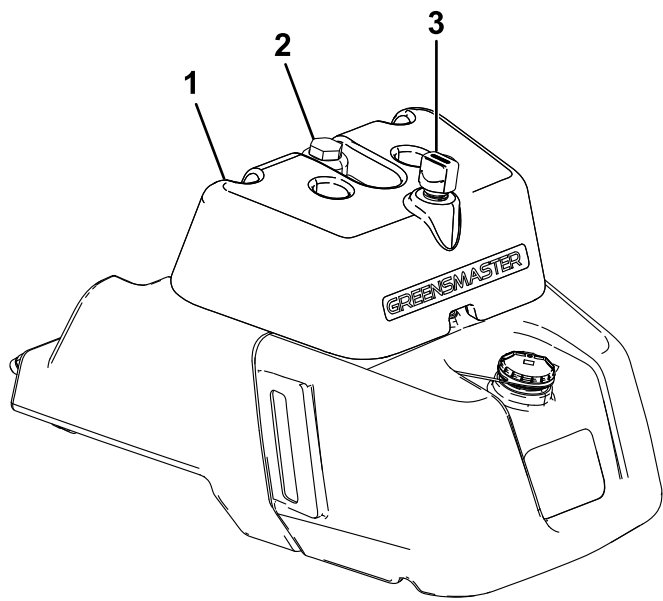

图41
- 如果油箱有观察窗口，请通过窗口检查油位 (图 41)，然后转至步骤 5。